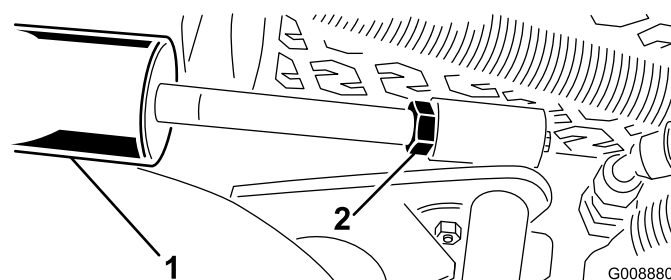

**Figure 28**
3. Mettez le moteur en marche, élevez les bras de relevage et vérifiez que l'écartement entre le segment d'usure sur le dessus de la barre d'usure du plateau arrière et la bride de butée est compris entre 0,51 et 2,54 mm (Figure 28).